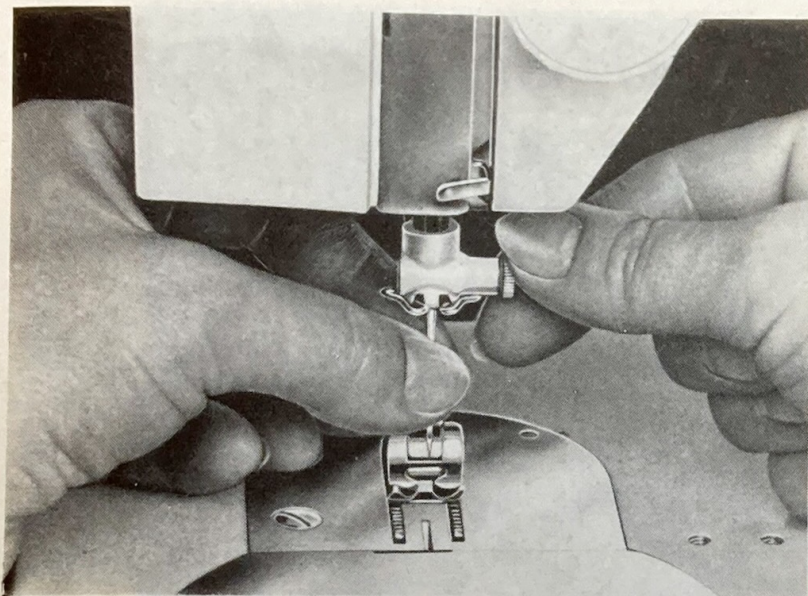

Abb. 2
3. Das Auswechseln der Nadel (Abb. 2)